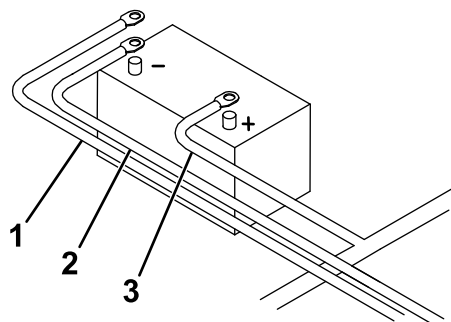

Bild 16
13. Schließen Sie das schwarze Strom- bzw. Erdungskabel am Minuspol (-) der Batterie an (Bild 16).
14. Schließen Sie das braune Kabel mit dem großen Ringanschluss des Kabelbaums am negativen (-) Batteriepol an (Bild 16).
15. Schließen Sie das freie Ende des Batteriekabels am Pluskabel (+) der Batterie an (Bild 16).